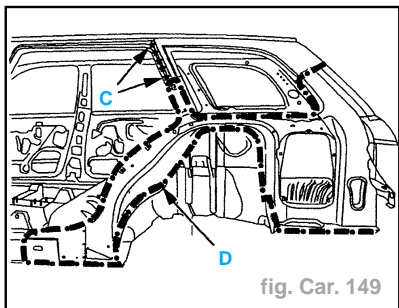

fig. Car. 149
- Découper par fraisage des points (suivant **C**) (fig. Car. 149).